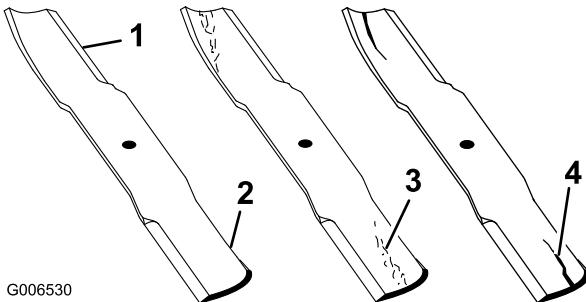

Figura 25
4. Verificate accuratamente i taglienti, con particolare attenzione ai punti d'incontro delle sezioni piatta e curva della lama (Figura 25).
Nota: Sabbia e materiali abrasivi possono consumare il metallo che connette le sezioni piatta e curva della lama, per cui si consiglia di controllare la lama prima di usare la macchina. Se notate che la lama è usurata (Figura 25), sostituitela; vedere Rimozione della lama.
Se continuate ad usare la lama usurata, si forma una scanalatura tra la costa e la sezione piatta della lama (Figura 25). Alla fine, un pezzo di lama può staccarsi e venire lanciato dal sottoscocca, con il rischio di ferire gravemente voi o gli astanti.